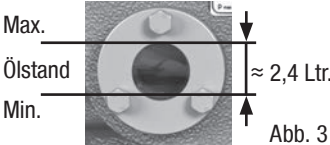

Abb. 3
- Ölstand: Ab Werk reicht die Ölfüllung bis zur Oberkante Schauglas. Der Ölstand muss im Betrieb einreguliert werden, gegebenenfalls muss zum Erreichen eines korrekten Ölstands (siehe Abb. 3) Öl abgelassen oder nachgefüllt werden.